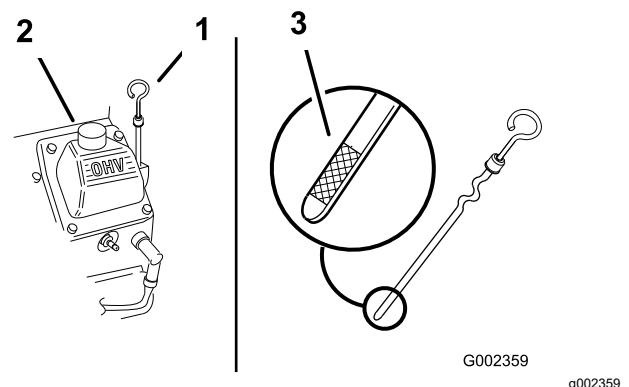

Figure 45
3. Sortez la jauge, essuyez-la sur un chiffon et remettez-la en place en prenant soin de l'enfoncer au maximum (Figure 45).
Le niveau d'huile doit se situer entre les repères maximum (« F ») et minimum (« L ») sur la jauge (Figure 45).
5. Si le niveau est en dessous du repère minimum, enlevez le bouchon du tube de remplissage (Figure 45) et faites l'appoint d'huile spécifiée jusqu'à ce que le niveau atteigne le repère maximum.
2. Nettoyez la surface autour de la jauge d'huile (Figure 45) pour éviter de faire tomber des impuretés dans l'orifice de remplissage, ce qui endommagerait le moteur.